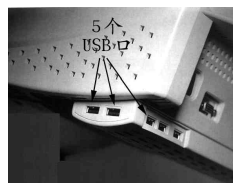

图 8
**接口方式:**所有的显示器都提供了一个 15 针“D”型接口,用来连接显示卡,传送图像数字信号。随着 USB 设备的普及,现在越来越多的大屏幕显示器也提供两~五个 USB 接口(见图 8),或者提供专用模块以便使无 USB 接口的显示器升级,但它不能传输数字信号。显示器的 USB 接口只是充当了 USB HUB 的作用,可多连接两三个 USB 设备,如 USB 鼠标、USB MODEM 等,见图 9。带有 USB 接口的显示器可用软件直接调节,较以前更方便、更直观。